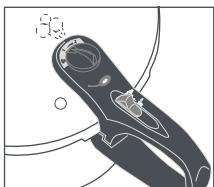
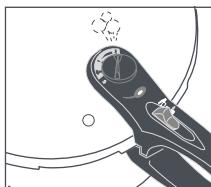
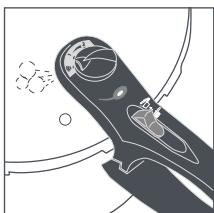
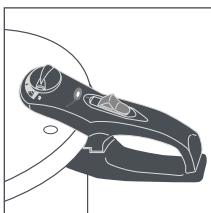

Fig. 3
Fig. 4
Fig. 5
Fig. 6
Soupape de régulation de la pression (3) (modèles Duo et Rapid Xpress). Elle maintient une pression stable à l'intérieur de l'autocuiseur. La soupape de régulation de la pression (3) compte deux niveaux de pression (positions 1 et 2). Sur la position 1 (Fig. 3) la soupape de régulation de la pression (3) fonctionne à 60 kPa (cuisson rapide) et sur la position 2 (Fig. 4) elle fonctionne à 100 kPa (cuisson ultra rapide). Lorsque l'autocuiseur a atteint la pression de cuisson correcte, réduisez l'intensité de la source de chaleur à une puissance moyenne-faible qui permette de maintenir la pression stable. La soupape de régulation de la pression (3) a elle-aussi une position pour libérer la vapeur rapidement  (Fig. 5) et une autre position pour l'extraction de la soupape  (Fig. 6). Vous verrez que la soupape de régulation de la pression (3) ne pivote pas aussi facilement sur la position d'extraction